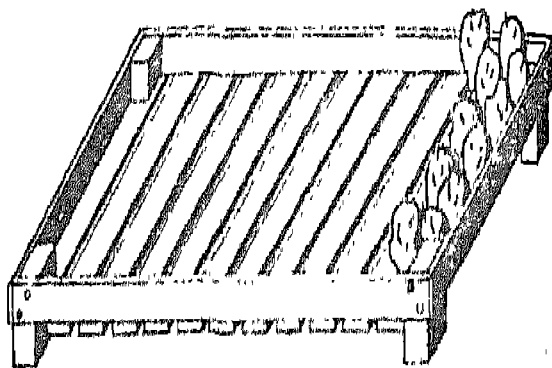

Fig. 12. --- Claire pour plants de Pommes de terre.
2. A l'arrachage des pommes de terre, sélectionner des tubercules pour les planter au printemps suivant. Fabriquer des claies pour les faire germer ; les disposer sur ces claies côte à côte (fig. 12) en une seule couche, l'extrémité portant le plus grand nombre d'yeux en haut ; conserver ces claies pendant l'hiver dans un local éclairé aéré, à température moyenne. — Observer le développement des germes et chaque mois noter ses progrès.